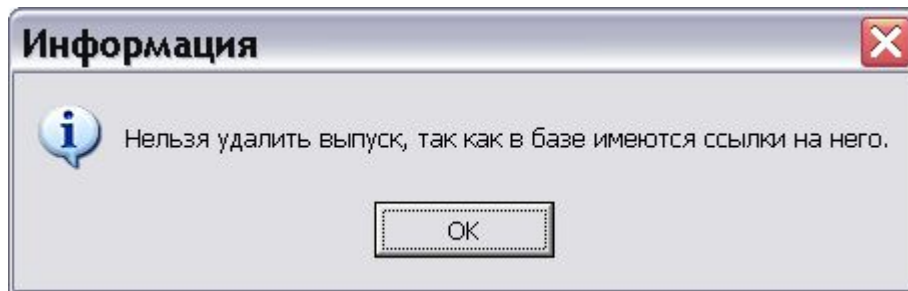

Рис. 11.16
- Если выпуск связан с какой-либо версией МД, то появится сообщение системы о невозможности его удаления (Рис. 11.16).